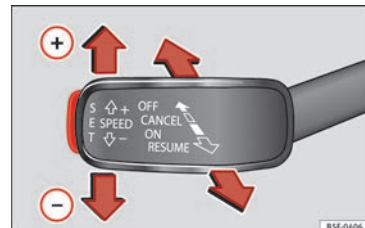

Fig. 48 A la izquierda de la columna de la dirección: tercera palanca para el manejo del GRA.
- Conectar el GRA: sitúe la tercera palanca en **ON** »» **fig. 48**. El sistema se enciende, pero no regula por no tener programada ninguna velocidad.
- Activar el GRA: pulse el botón **SET** »» **fig. 48**. Memoriza y regula velocidad actual.
- Desconectar el GRA temporalmente: mueva la palanca hasta **CANCEL** »» **fig. 48** y suéltela o
- Conectar el GRA de nuevo: mueva la palanca hasta **RESUME** »» **fig. 48** y suéltela. La velocidad memorizada se guarda y regula de nuevo.
- Desconectar el GRA: mueva la tercera palanca hasta la posición **OFF** »» **fig. 48**. Se desconecta el sistema y la velocidad memorizada se borra.